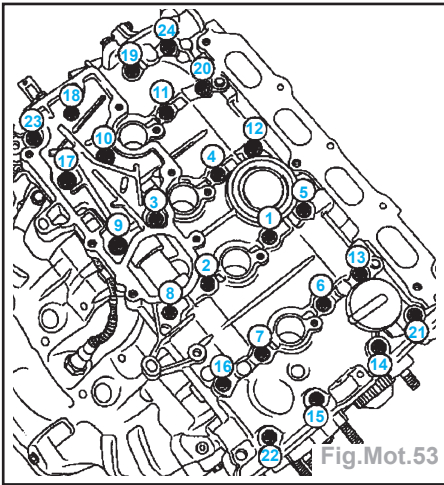

Fig.Mot.53
- Reposer le couvre-culasse en le serrant au couple en se référant au tableau (Fig.Mot.53).